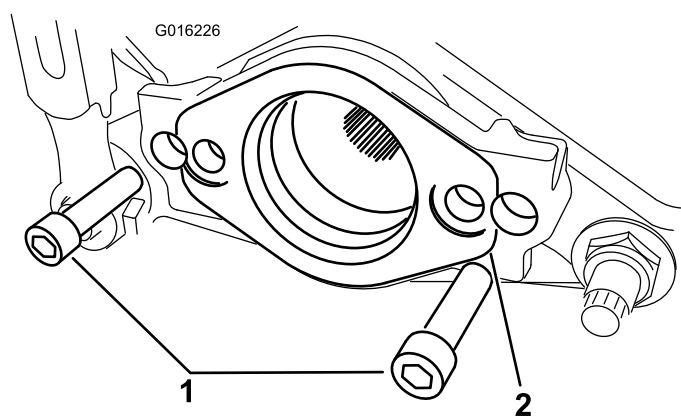

**Figura 2**
5. Togliete i 2 bulloni e i dadi che fissano il contrappeso all'estremità destra dell'apparato di taglio. Rimuovete il contrappeso (**Figura 2**).
6. Togliete il dado del cuscinetto dall'albero del cilindro (**Figura 2**).